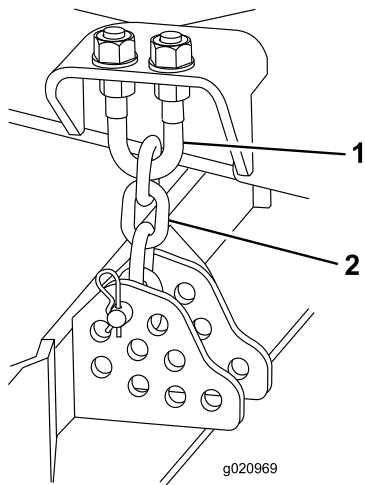

図 123
1. 刈高チェーンのUボルトの上側または下側についているジャムナットをゆるめる 図 123。